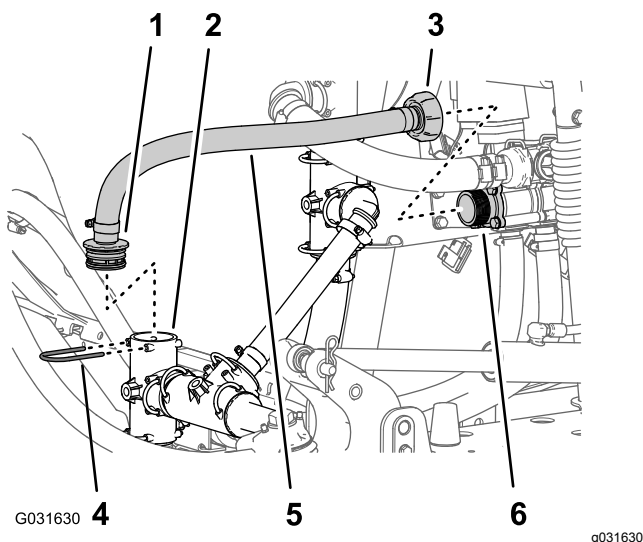

Figura 35
4. Rimuovete il fermo che fissa il raccordo dentellato diritto del flessibile di bypass al raccordo a T nella pompa dell'irroratrice (Figura 35).
5. Allentate il dado dell'adattatore all'estremità interna del flessibile di bypass dal raccordo dell'adattatore della valvola di bypass (Figura 35).
6. Rimuovete il flessibile dalla macchina (Figura 35).